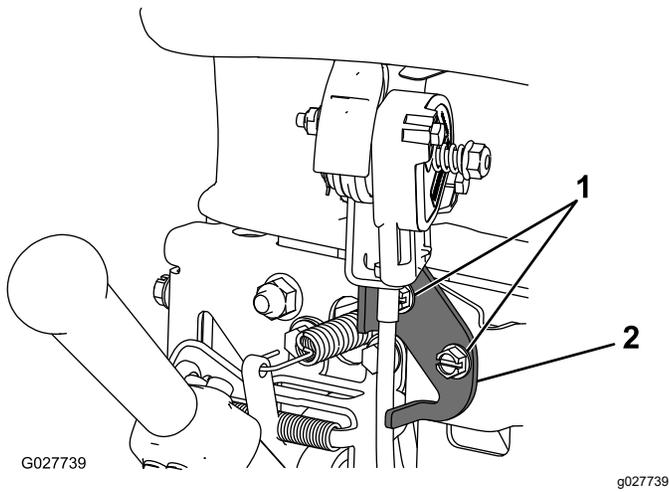

Figura 26
2. Afloje las 2 fijaciones que sujetan el control del acelerador (Figura 26).